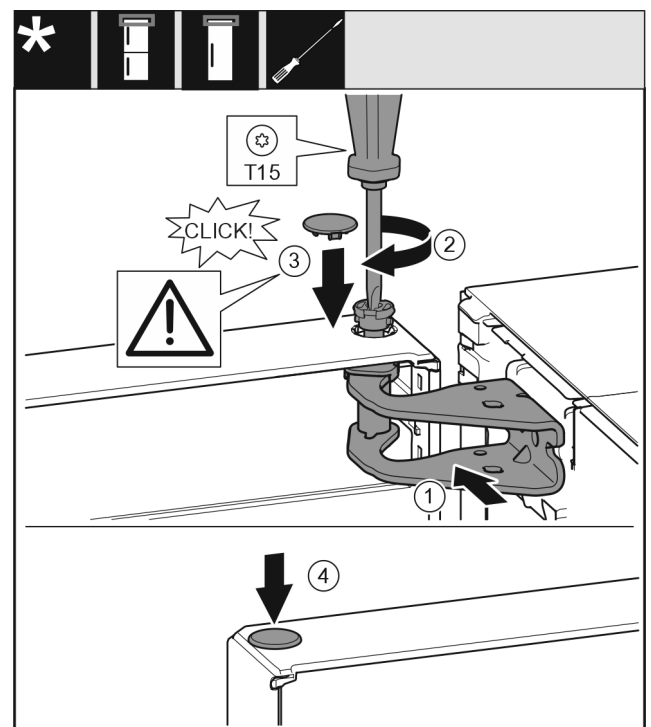

Fig. 36
- Tür oben zur Öffnung im Lagerbock Fig. 36 (1) ausrichten.
- Bolzen Fig. 36 (2) einsetzen und mit Schraubendreher festschrauben.
- Abdeckung Fig. 36 (3) einsetzen.
- Kontrollieren, dass die Abdeckung Fig. 36 (3) auf der Tür aufliegt.
- Abdeckung Fig. 36 (4) einsetzen.